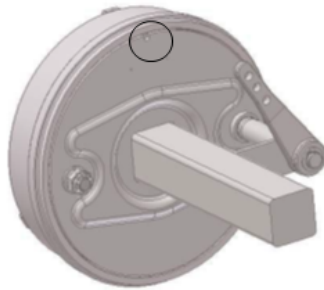

рисунок 50 — Смотровое окошко тормоза
- Проверьте зазор между фрикционными накладками и барабаном, а также степень их износа через смотровое окошко тормоза (рисунок 50). Значительное увеличение хода тормозного штока указывает на наличие износа.